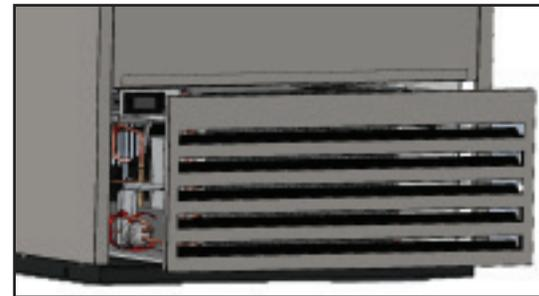

Fig. 2. Ôtez la grille.
3. Tirez la grille pour la désolidariser des supports aimantés. Voir Fig. 2.